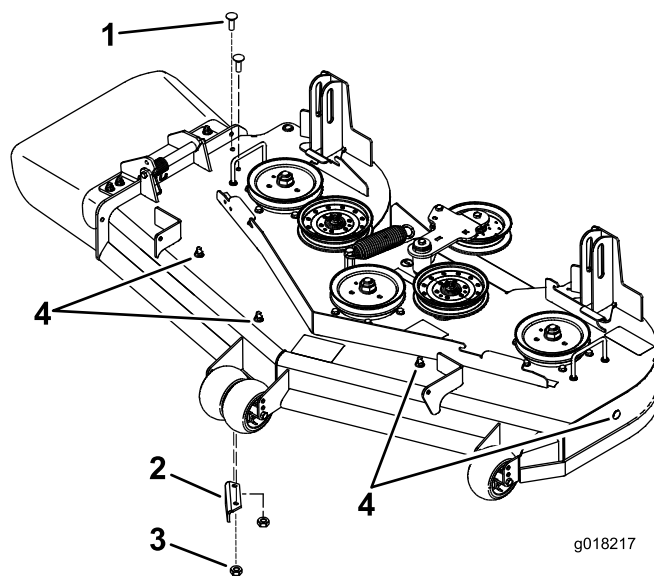

Figure 2
1. Enlevez les écrous à embase qui fixent le déflecteur en place (Figure 2).
2. Enlevez les boulons qui fixent le déflecteur en place (Figure 2).
3. Déposez le déflecteur et remettez les écrous et boulons dans les trous prévus pour le déflecteur (Figure 2).
4. Retirez les fixations comme indiqué à la (Figure 2). Conservez les fixations.